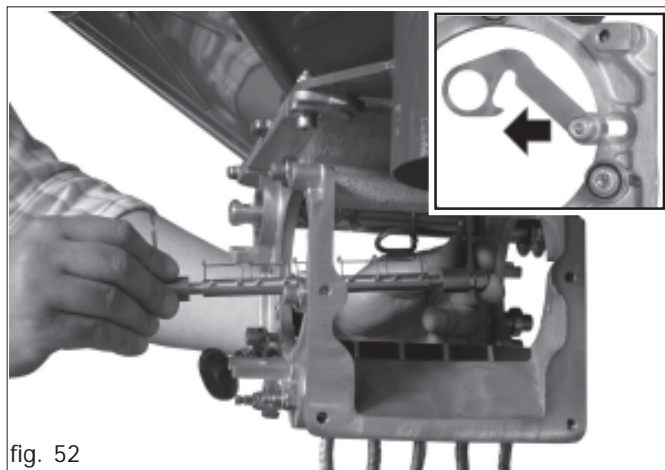

fig. 52
- 4) Extraer el árbol de los elementos elásticos de los asientos (Fig. 52).